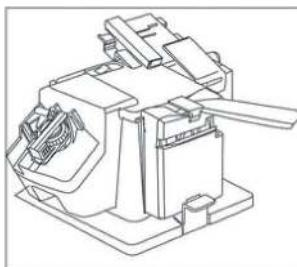

Рис. 4
- 1.** Установите блок заточки ножей и ножниц (7) на силовой блок (8).
- 3.** Удерживая ручку ножа как можно ближе к себе (Рис. 4), вставьте ближайшую к ручке часть лезвия в щель заточки ножей (16).
- 5.** Установите другую сторону лезвия в противоположную щель заточки ножей (16) и повторите пункт 4.